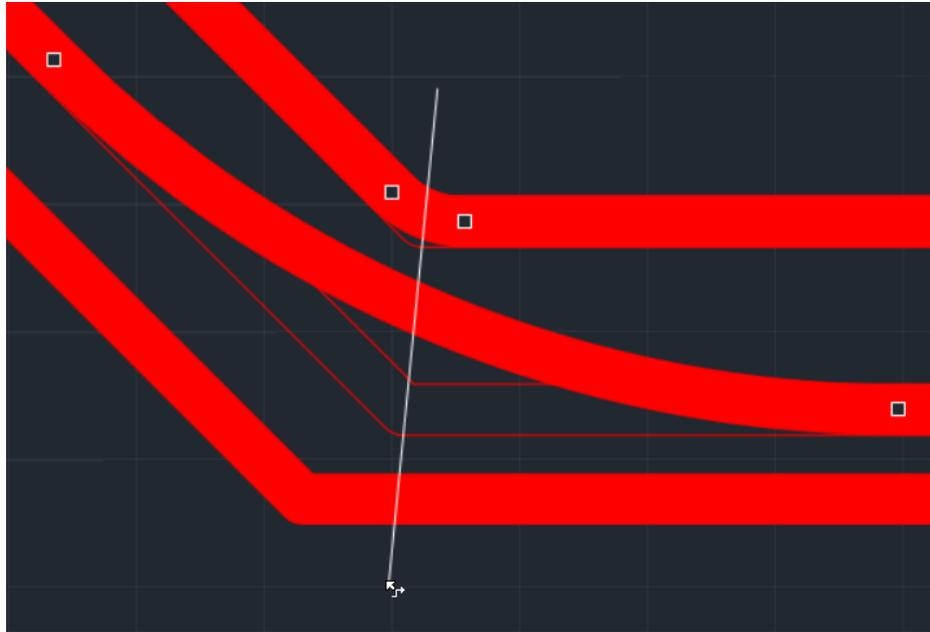

Рис. 6 Прокладка вектора
3. Переместите курсор, не отпуская кнопку мыши, см. Рис. 6.